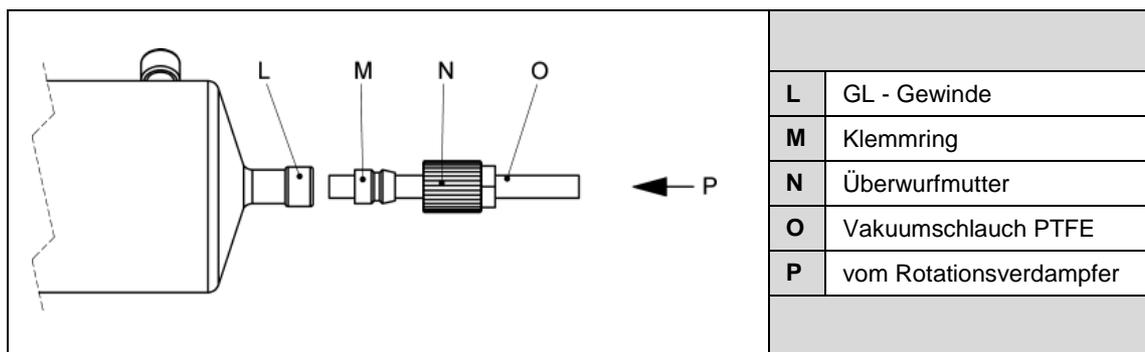

Abb. 3 Hinweis zur Montage der Verschraubung für den Sauganschluss
- Den Vakuumanschluss des Vakuumsensors in den vorgesehenen GI 14 - Anschluss einsetzen und mit dem Klemmring der Schraubkappe befestigen (*siehe Abb. 3*).